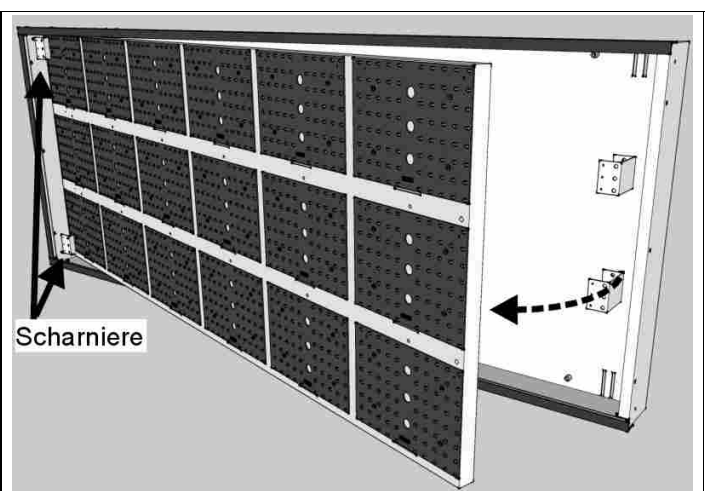

Abb. 13: Öffnen der LED-Platinen Halterung
5. Die Halterung, an der die LED-Platinen befestigt, auf der Seite des linken Scharniers öffnen (Abb. 13).